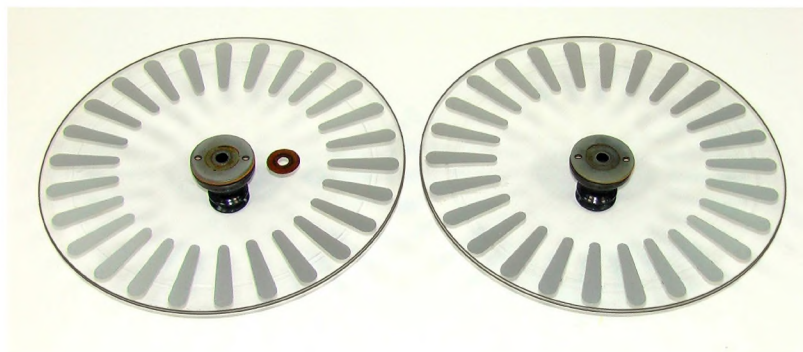
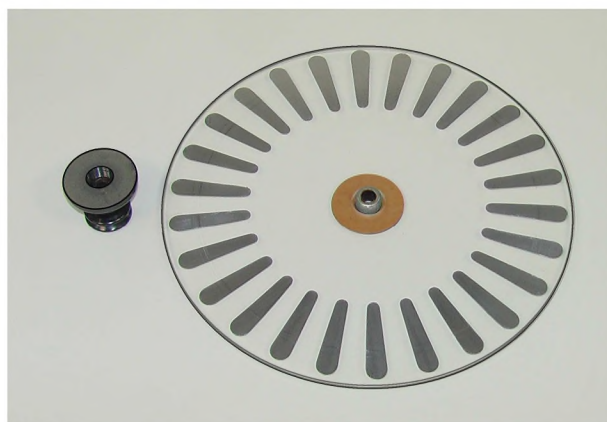

Рис. 10. Диски с закрепленными на них шкивами: на одном из дисков лежит промасленная картонная прокладка
Рис. 11. Малый шкив (ступица) отделен от диска
4. Освобождение дисков от шкивов. Диски 2 и 3 соединены с малыми шкивами 4 посредством круглых металлических гаек с диаметрально расположенными на них отверстиями (рис. 10). Эти гайки можно открутить специальным инструментом, но его трудно найти, поэтому мы использовали большой пинцет, вставив его ножки в отверстия гаек. На рис. 11 приведена фотография диска с отделенным от него шкивом. Однако если соединения дисков со шкивами надежны, то особой необходимости в разборке этого узла нет.
2. Очистка дисков от старых лепестков. Если нет особой необходимости, то соединения дисков с малыми шкивами (ступицами) оставьте нетронутыми. В противном случае открутите плоскую круглую гайку, скрепляющую диск со ступицей (рис. 11). Далее диски нужно очистить от старых лепестков так, чтобы на оргстекле не осталось никаких следов. Поэтому лепестки удалите с дисков косметической жидкостью для снятия лака (*Antishellac*), которая не растворяет оргстекло.
3. Сборка дисков. На отремонтированных дисках круглыми гайками закрепите малые шкивы или ступицы (рис. 11 и 10).